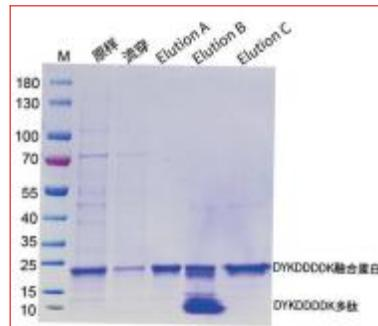

图 2.Magneti-Q DYKDDDDK 标签蛋白纯化试剂盒纯化分泌蛋白的 SDS-PAGE 电泳图
- 5) 对洗脱产物进行 SDS-PAGE 电泳，结果请见图 2。